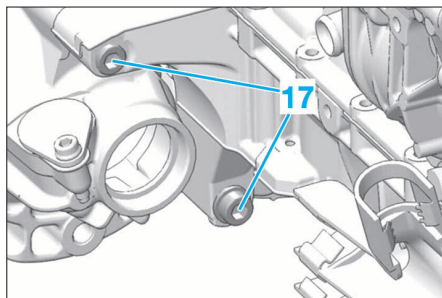

FIG. 7
- Déposer les vis de fixation (17) de la boîte (Fig.7).